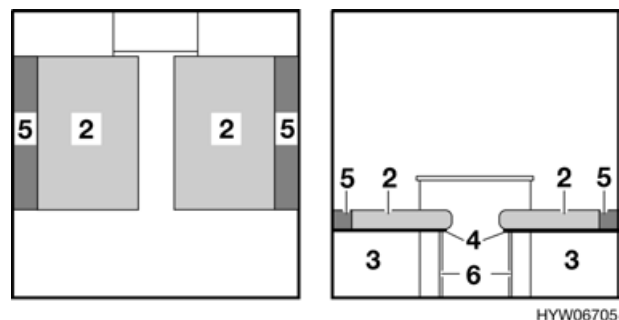

Bild 51 Nach dem Umbau
- Lattenrost-Stützen (Bild 51,6) ausklappen.
- Die Zusatzpolster (Bild 51,5) zwischen die Sitzpolster (Bild 51,2) und die Außenwand legen.